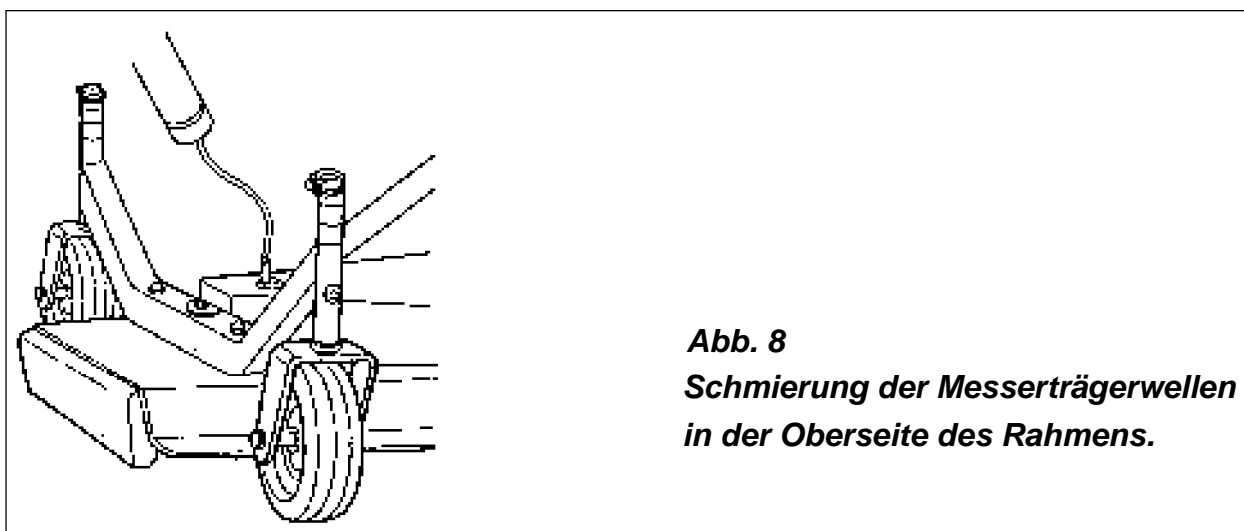

Abb. 8
1. Die drei Messerwellen (**siehe Abb. 8**) von der Oberseite des Rahmens aus mit einem Mehrzweckschmiermittel schmieren. Vorher die runden Abdeckungen aus schwarzem Kunststoff von den axialen Fettbüchsen abnehmen.